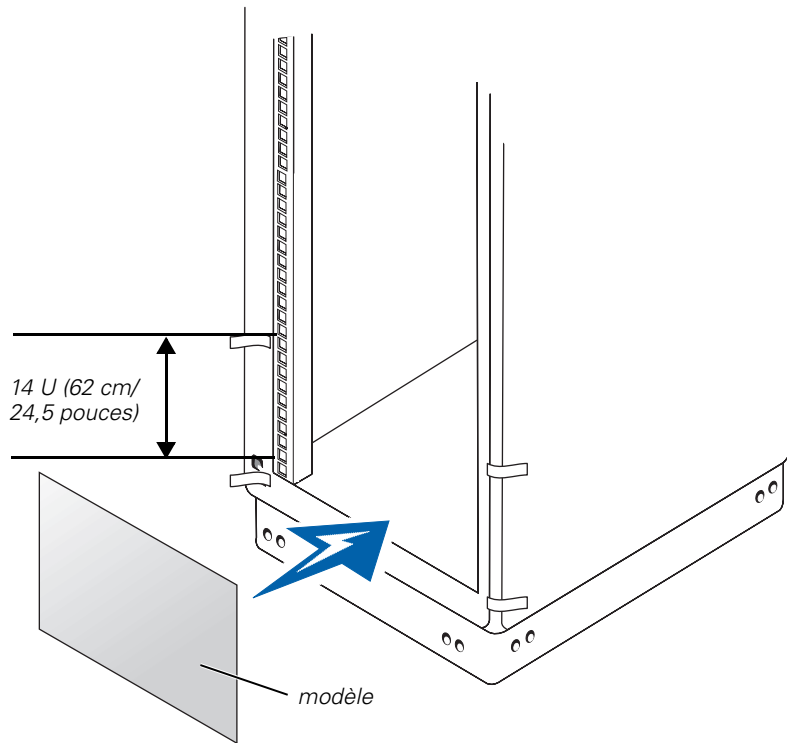

Figure 2-3. Marquage du rack
2. Marquez les rails verticaux de l'avant du rack avec un stylo feutre ou placez de la bande protectrice adhésive à l'endroit où vont venir se placer les bords supérieurs et inférieurs du système (voir Figure 2-3).